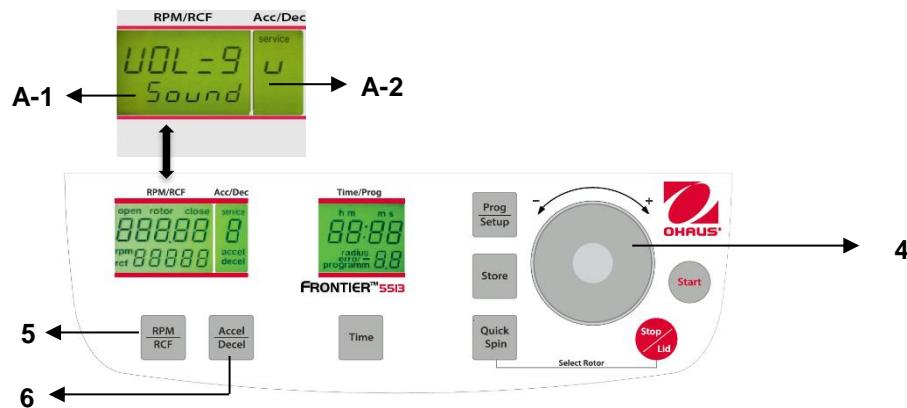

Figura. 31
Proceda como se describe en el punto 4.1.2 para ingresar en este modo de programa y luego presione el botón "Accel/Decel" (6). En la pantalla "Acc/Dec" (A-2) destella la palabra "Service". Ahora seleccione la letra "U" con el dial de ajuste (4). Como resultado, en la pantalla "RPM/RCF" (A-1) aparecen las palabras "Vol=0- 9/Sound". Despues de presionar el botón "RPM/RCF" (5), puede ajustar el volumen deseado entre 0 (bajo) y 9 (alto) con el dial de ajuste (4) (vea la Figura 31).